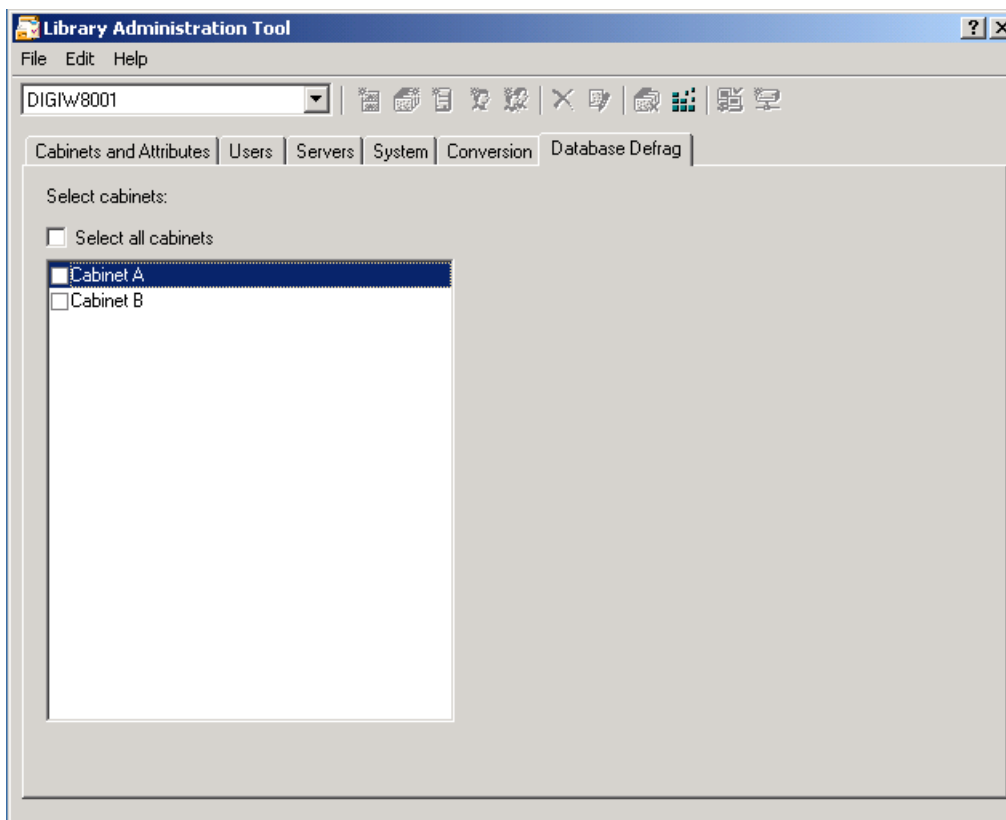

Figure 6-9. Database Defragment tab
3. Select the [Database Defrag] tab. See Figure 6-9.